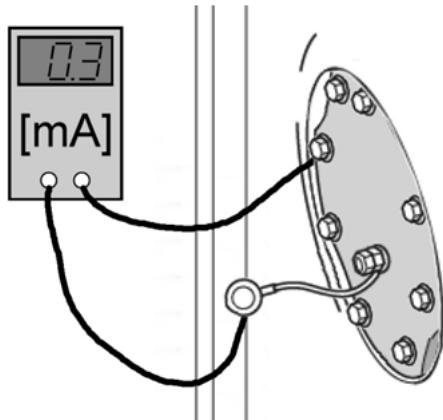

Abb. 21: Anschluss Amperemeter
- Schalten Sie ein Strommessgerät (Multimeter) in Reihe zwischen Anodenkabel und Speichermasse (Befestigungspunkt des Anodenkabels) (s. Abb. 21).